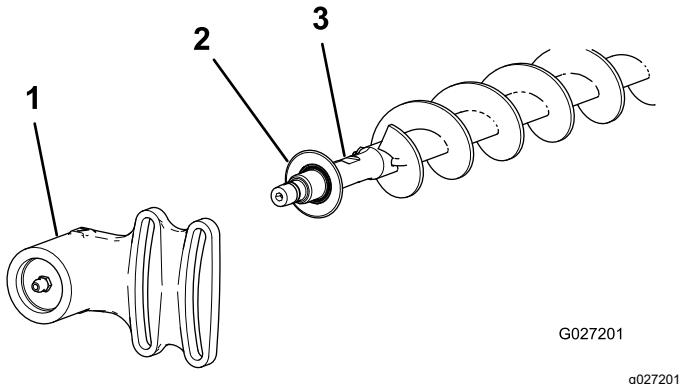
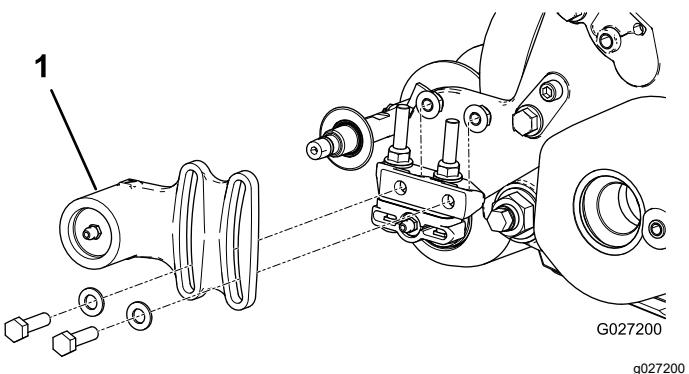

図 20
図 19
- すでにローラブラシが取り付けられている場合は、駆動側でない方のベアリングハウジングをベアリングハウジング取り付けブラケットに固定しているボルト2本、ワッシャ、ナットを取り外す 図 19 と 図 20。
- ブラシのシャフトから、非駆動側ベアリングハウジングとエクスクルーダーシールを外す 図 20。
9. 非駆動側ベアリングハウジングとエクスクルーダシールをブラシシャフトに取り付ける図 20。